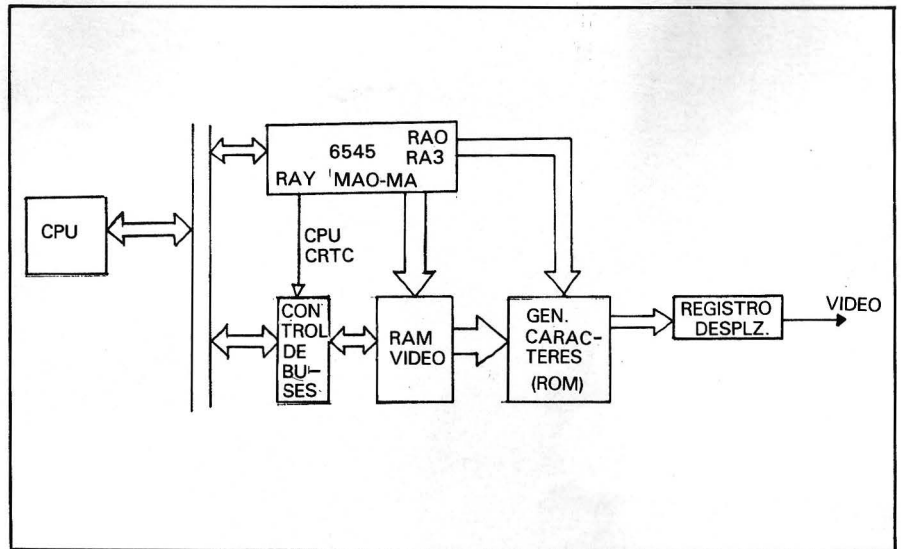

Fig. 6. Modo de Direccionamiento Transparente.
b) Aprovechando el tiempo de retrasado para poner la dirección de la CPU, en el resto del tiempo el CRTS pondrá su dirección de refresco. (Fig. 6).